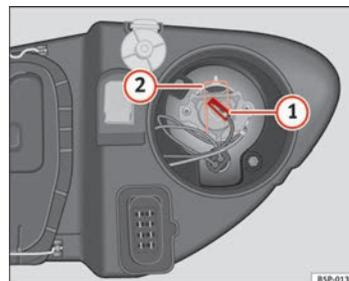

Fig. 190 Máximos
- Retirar o conector ⇒ Fig. 190 ① da lâmpada.
- Pressione a mola de fixação ⇒ Fig. 190 ② pressionando-a para dentro e para a direita.